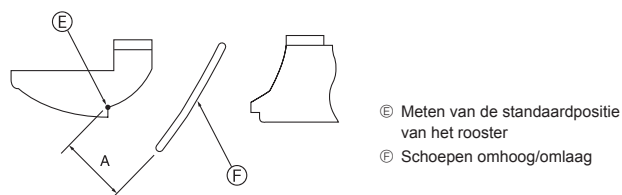

Fig. 5-10
- Ⓨ Beweeg voorzichtig de schoepen omhoog/omlaag binnen het aangegeven bereik om de richting van de luchtstroom aan te passen. (Fig. 5-10)